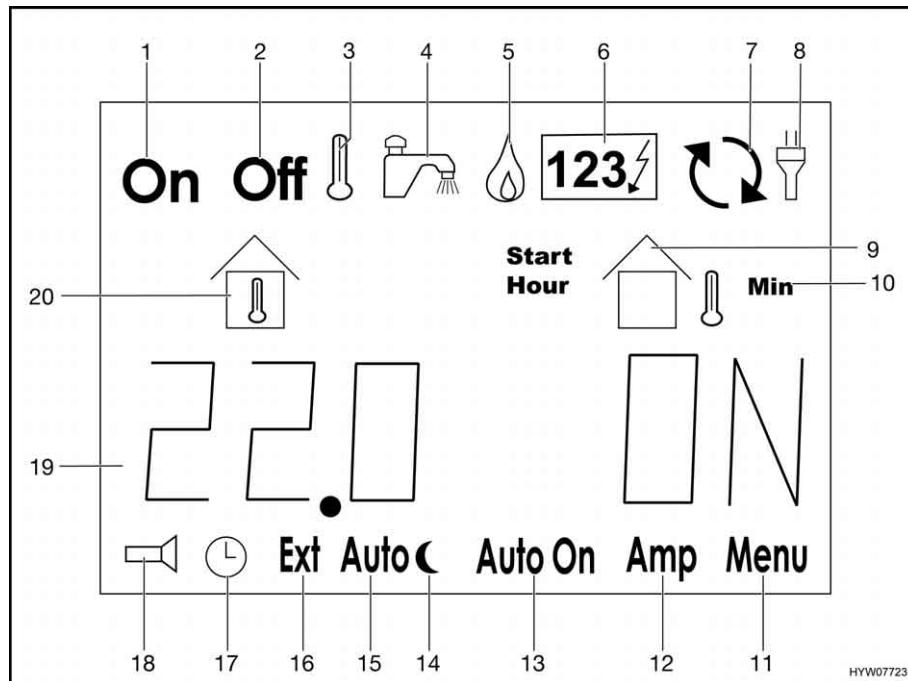

Bild 168 Anzeigen im LCD-Display
In der Informationszeile (Bild 168,19) werden in Textform Angaben zu Temperaturen, Zeiten und Betriebszuständen oder auch Fehlermeldungen angezeigt.
- Die Taste "▷" (Bild 167,4) so lange drücken, bis das Symbol "gas" (Bild 168,5) blinkt.
- Die Taste "▷" (Bild 167,4) so lange drücken, bis das Symbol "123V" (Bild 168,6) blinkt.
- Die Taste "▷" (Bild 167,4) drücken. Das Symbol "Off" (Bild 168,2) blinkt.
- Die Taste "+/On" (Bild 167,3) drücken. Das Symbol "On" (Bild 168,1) blinkt. Die Heizung startet automatisch.
- Die Taste "▷" (Bild 167,4) drücken. Das Symbol "On" (Bild 168,1) blinkt.
- Die Taste "-/Off" (Bild 167,5) drücken. Das Symbol "Off" (Bild 168,2) blinkt. Die Heizung schaltet ab.